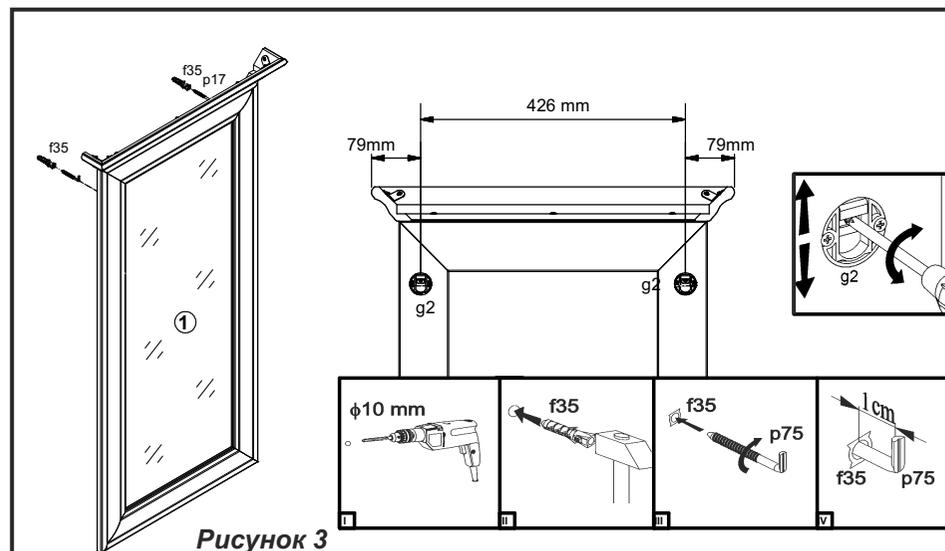

Рисунок 3
5. В стене просверлить отверстия диаметром **10 мм** (см. рис. 3).
6. Вбить в отверстия в стене пластмассовые дюбеля **f35** (см. рис. 3).
7. Вкрутить в дюбеля **f35** крючки для навешивания **p75** (см. рис. 3).
8. Навесить изделие на выступающие из стены крючки **p75** (см. рис. 3).